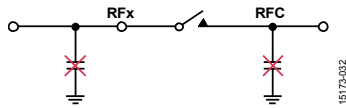

图39. 避免较大端接电容直接连到开关
- 避免较大端接电容直接连到开关。分流电容可能储存电荷，使得在开关断开或闭合时可能引起热切换事件，影响开关寿命。图39显示了哪些地方应避免连接较大端接电容。